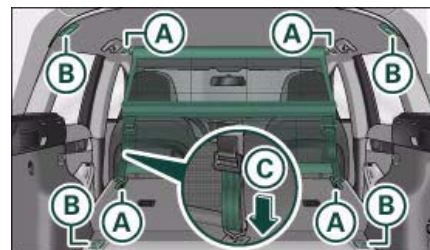

Fig. 88 Respaldo abatido: Enganchar la red de separación
- Enganche la red de separación en las argollas de alojamiento ⇒ fig. 88 (B).
- Afiance los cinturones (C).
- Enganche la red de separación en las argollas de alojamiento ⇒ fig. 88 **(A)**.